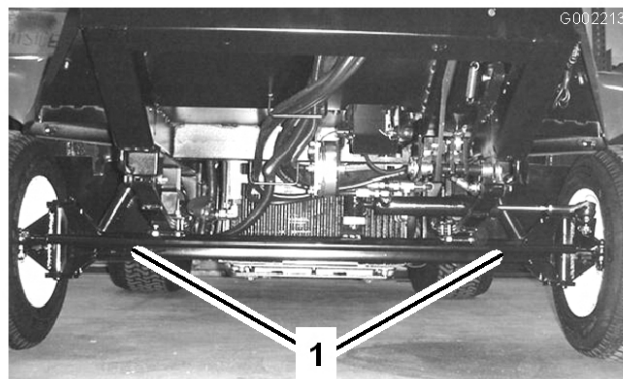
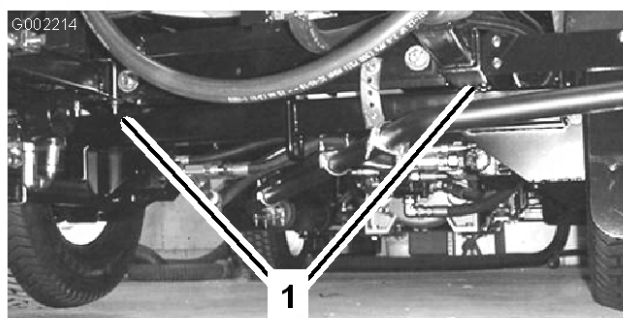

Figura 26
Figura 27
2. Coloque um cabo de reboque na estrutura. Veja os pontos de reboque dianteiros e traseiros nas Figuras Figura 26 e Figura 27.